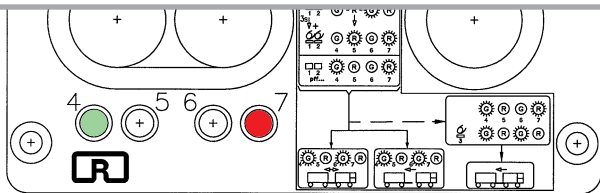

Abb. 9b
**4** (grün), **7** (rot) leuchten (Abb.9b)